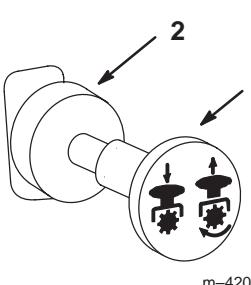

Figure 12
- Placez la commande de prise de force (PDF) en position *désengagée* (Fig. 12).